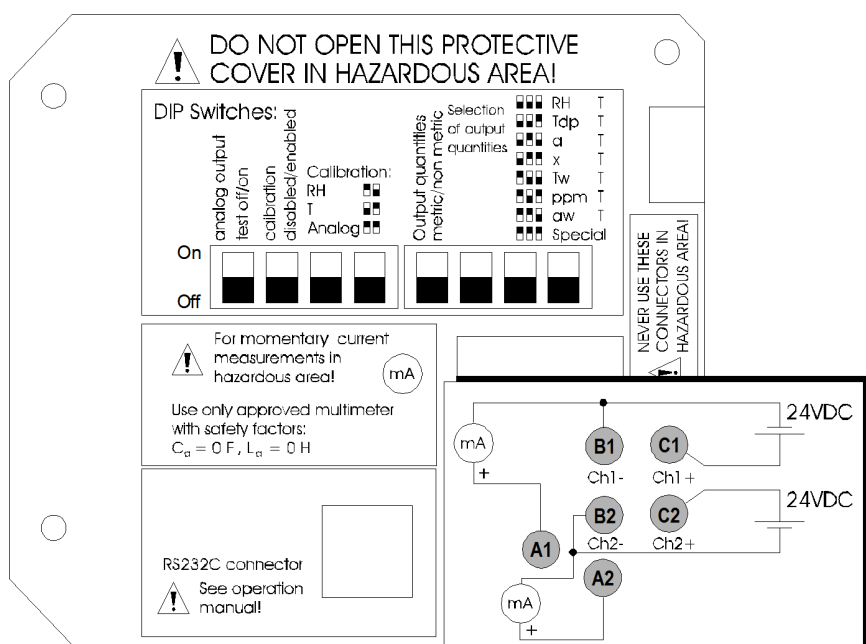

Рис. 25 Подключение электропитания и мультиметра для калибровки
1. Подключите источник питания (12 ... 24 В пост. тока, с минимальным напряжением последовательного порта 15 В пост. тока) к клеммам B1 (–) и C1 (+) (кан. 1) с вилками штекерного типа, см. рис. 25 на стр. 65.